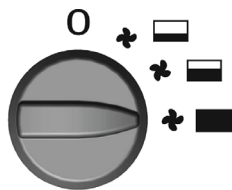

FIG. 3
- **Fig. 3** – Capacité maximale